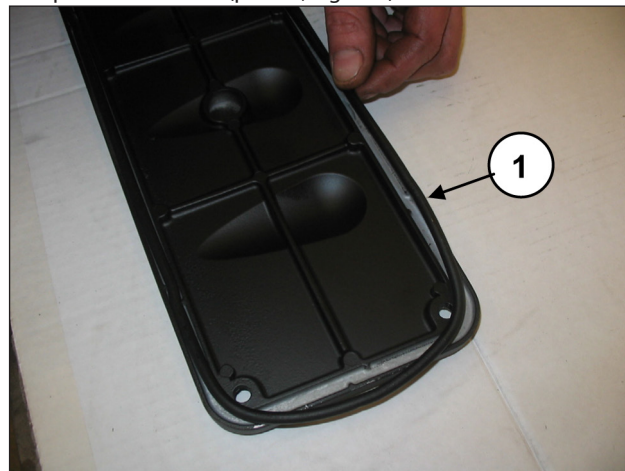
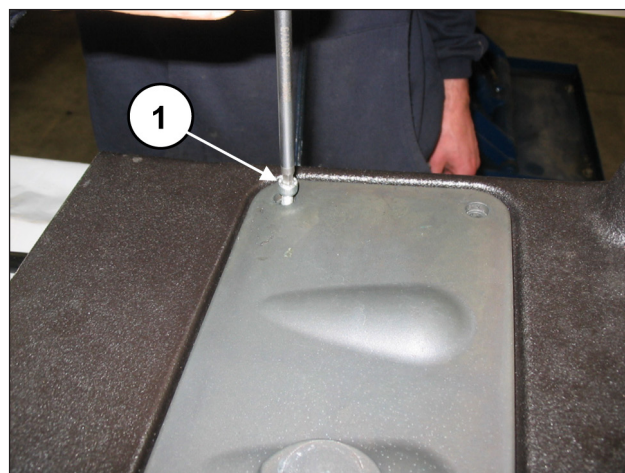

Fig. 102
Fig. 103
Nas duas coberturas, inspecione a inserção do anel circular (pos. ①, Fig. 102) e monte as coberturas mediante o uso de 4+4 parafusos M6x14 (pos. ①, Fig. 103).